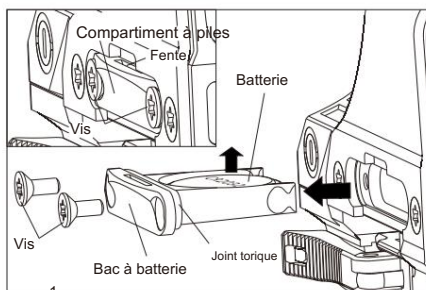

Figure 3-1
- a. Retirez la batterie (fig 3-1)